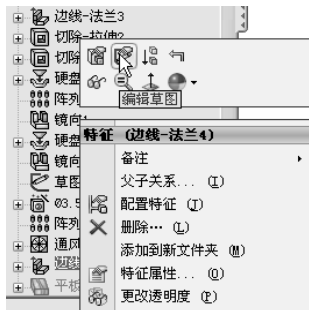

图 10-228 选择“编辑草图”命令
32) 编辑边线法兰的草图。在 FeatureManager 设计树中右击“边线法兰”，在弹出的菜单中单击 （编辑草图）按钮，如图 10-228 所示。此时，进入边线法兰的草图编辑状态，如图 10-229 所示。